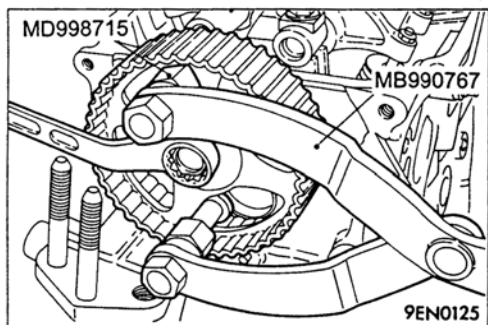

图 3-7
- 使用图 3-7 所示的专用工具将凸轮轴链轮锁定在相应的位置。